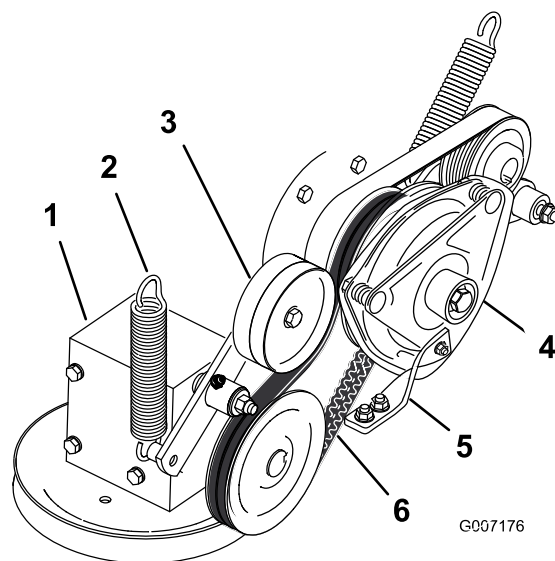

Figura 73
- Togliete la molla di tensione dal braccio di rinvio (Figura 73).
- Montate la cinghia di trasmissione della PDF attorno alla puleggia della frizione ed alla puleggia degli ingranaggi (Figura 73).
- Montate la molla sul braccio di rinvio (Figura 73).